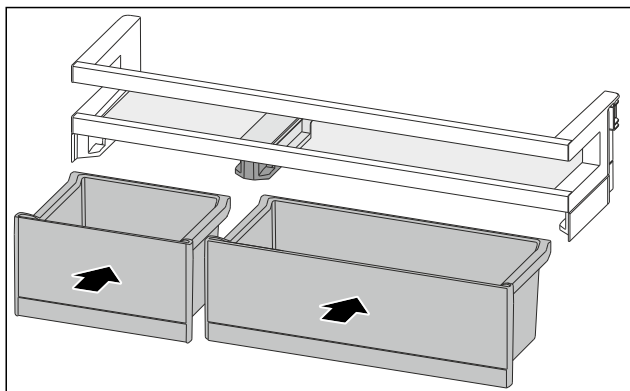

Fig. 123
- Installer les VarioBoxes dans l'agencement inverse. (voir Fig. 123)